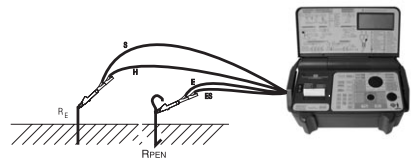

Bild 6.4.1, Messprinzip, zweipolige Messung
- ▶ Schalten Sie den UNITEST 0100-Expert plus mit dem Schalter "EIN/AUS" (9) ein.
- ▶ Stellen Sie den Drehschalter 'Messfunktion' (1) auf die Funktion 'RE' (11).
- ▶ Schliessen Sie die 4-polige Messleitung an den Messanschluss (17) des UNITEST 0100-Expert plus an.
- ▶ Verbinden Sie die Messleitungen mit dem Prüfling gemäss Bild 6.4.1
- ▶ Betätigen Sie die Taste "START" (2). Die Prüfspannung wird für ca. 2 Sekunden am Prüfling angelegt oder liegt an, solange die Taste gedrückt bleibt.
- ☞ Soll der Messwert in den internen Messwertspeicher abgelegt werden, kann dies durch Betätigen der Taste "SPEICHER/EINGABE" (32) erfolgen.